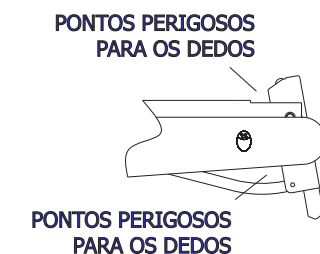

fig. 5
- ⚠ Mantenha seus dedos longe das articulações e/ou boca do cano ao engatilhar ou fechar o cano da carabina (fig. 5).